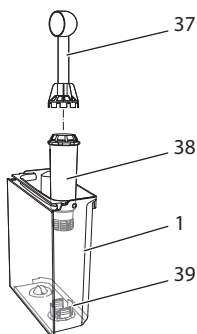

Fig. 18: Iskruning/udskrining af vandfilter
- Fjern vandfilteret (se Fig. 18).